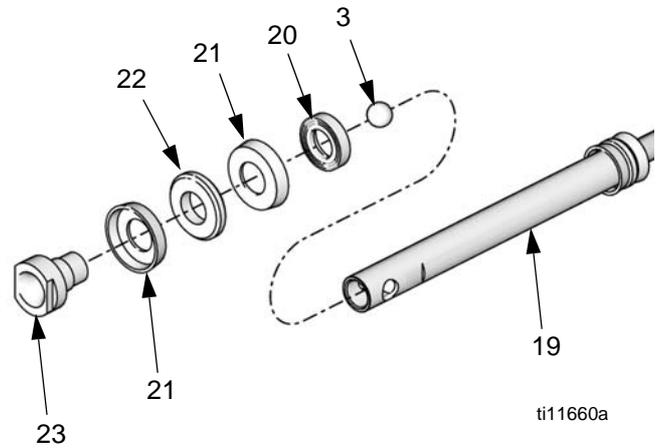

FIG. 17
3. Die Kolbendichtungen (21) und das Lager (22) mit Fett auf Lithiumbasis Nr. 2 einfetten. Die erste Rillenpackung (21) mit den Lippen nach unten gerichtet und das Lager (22) sowie die zweite Rillenpackung (21) mit den Lippen nach oben gerichtet auf den Kolben (23) setzen. Die Ersatzscheibe (20) mit den Rillen nach unten einbauen. Siehe FIG. 17 auf Seite 18.
4. Die Kugel (3) auf den Kolbenkörper (23) setzen und den Kolbenkörper mit der Materialkolbenstange (19) zusammenschrauben. Drehmoment 41 – 48 N•m (30 – 35 ft-lb) Das Kolbenventilgehäuse (29) auf die untere Verbindungsstange (19) schrauben. Siehe FIG. 17 auf Seite 18.
5. Die Dichtung (51) mit den Lippen nach unten gerichtet, in den Unterpumpenrahmen (36) einbauen und danach das Lager (31) einbauen.